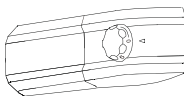

Fig.21
- 1) Draai de knop naar de stand „0“ (fig.21)